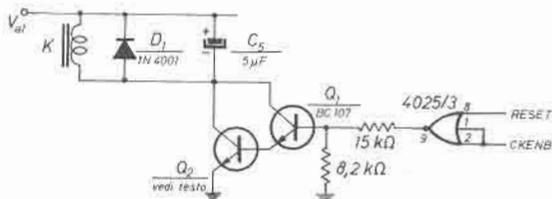

figura 1
a) Il nor 4025/2 (con riferimento allo schema di figura 1, pagina 2279 **cq** 12/78) commuta (come tutti i c-mos) quando la tensione input passa per $V_{cc}/2$; inoltre il relay si diseccita intorno a $V_{al}/3$. Da ciò risulta che il tempo utile per la trasmissione del da-di-da è ridotto a una frazione minima della costante di tempo introdotta da C_x ; ovvero per un funzionamento corretto è necessario che C_x abbia, normalmente, una capacità abbastanza elevata ($1.000 \div 5.000 \mu F$).
Come si può vedere dai diagrammi di temporizzazione di figura 5 (**cq** 12/78) i suddetti segnali sono entrambi a zero durante la trasmissione del da-di-da. In tal tempo l'uscita del nor 4025/3 va a « 1 » e tramite uno stadio Darlington può tenere eccitato il relay, come schematizzato in figura 1.